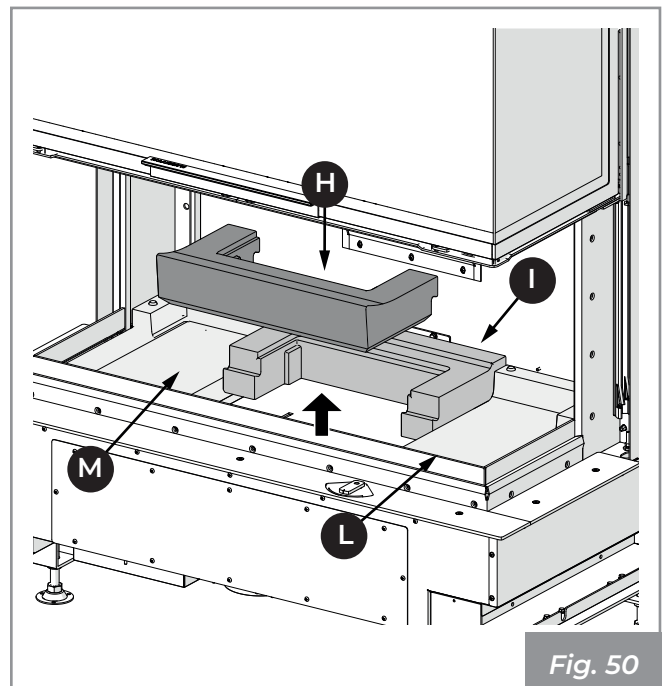

Fig. 50
- 5) Sollevare ed estrarre nell'ordine le basi in refrattario (H, I, L, M) dal basamento ed aspirare l'eventuale cenere depositata nei vani sottostanti (Fig. 50).